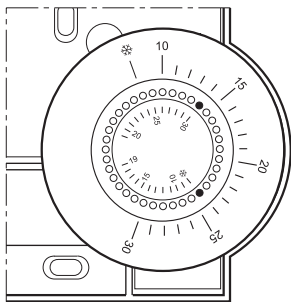

Fig. 16: Het regelbereik beperken
- ▶ Om het regelbereik te beperken, plaats de twee smalle pinnen in de gaten van de kiesschijf (zie Fig. 16). Oriënteer u op de basis van de binnenste schaal:
In Fig. 16, zijn de pinnen zodanig aangebracht dat de kiesschijf slechts kan worden ingesteld binnen het bereik van 19 °C tot de vorstbeveiliging \* (ondergrens) en 19 °C tot 30 °C (bovengrens), rond de waarde van 19 °C.